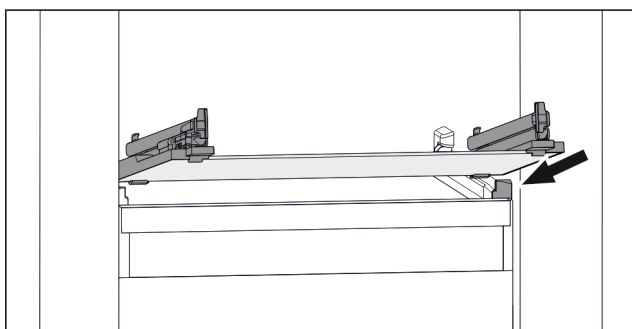

Fig. 36 Примерное отображение стеклянной пластины
- ▶ Наклоняя вниз, установите стеклянную пластину за стопоры. (см. Fig. 36)